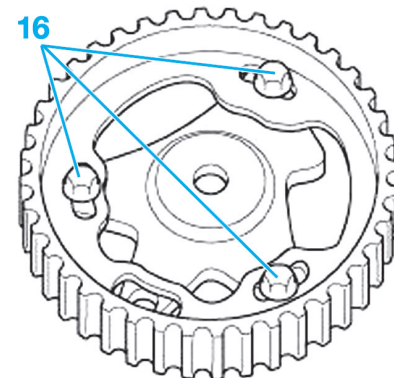
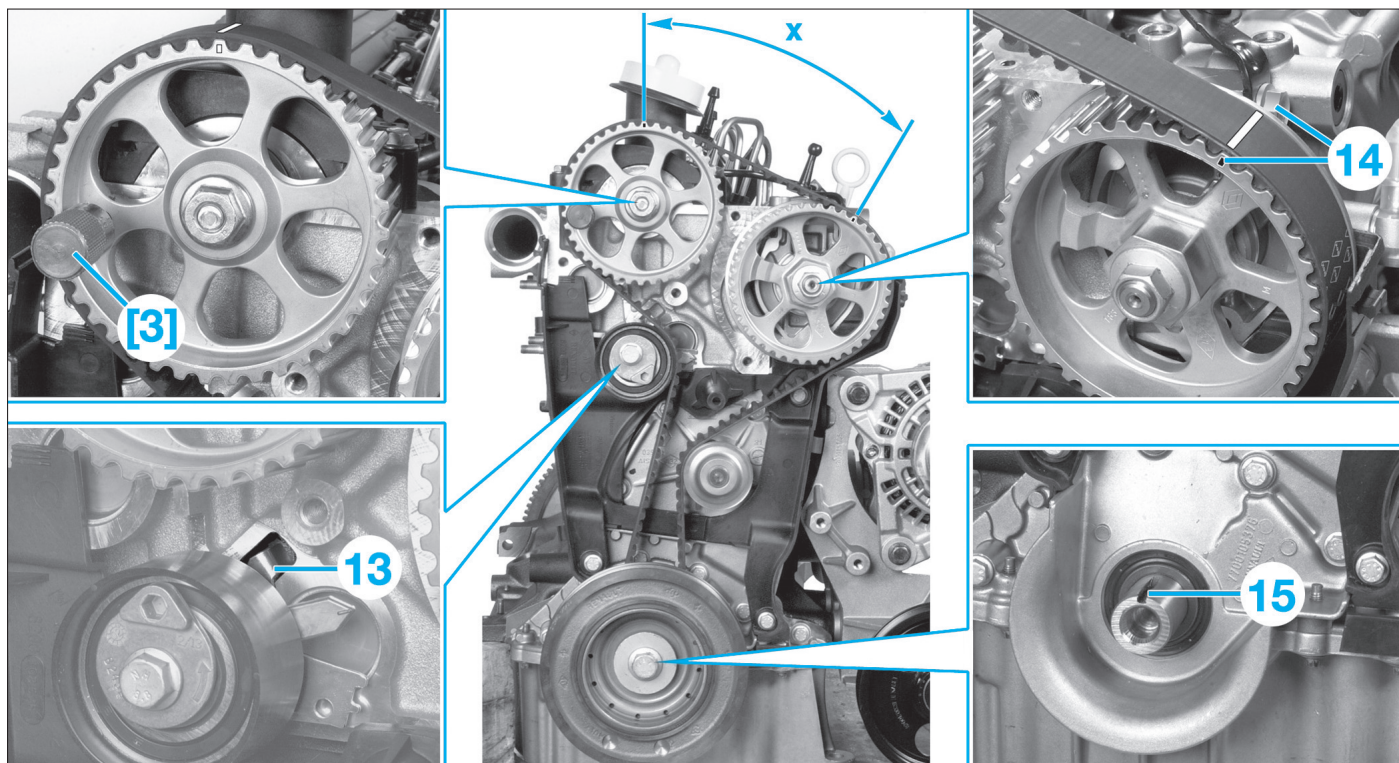
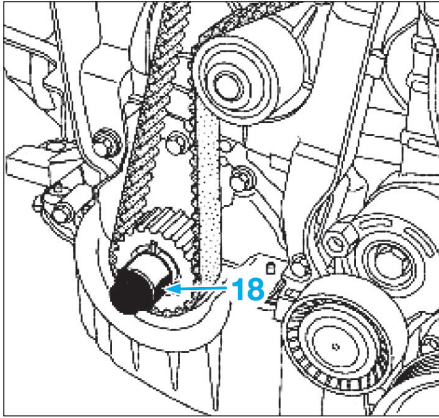

Fig. 19
Fig. 18
Fig. 21
- Dans cette position, la pignage de calage [3] doit s'engager librement dans les trous de la roue dentée d'arbre à cames et de la culasse (Fig.18).
- Positionner l'ergot (13) du galet tendeur dans la rainure de la culasse (Fig.18).
- Vérifier que le repère de la pompe haute pression soit en face de la tête de vis (14) .
- Placer le vilebrequin en appui sur la pîge de point mort haut [2] (la clavette (15) du pignon de vilebrequin vers le haut).
- Retirer une vis (16) de la couronne de la roue dentée d'arbre à cames et desserrer d'un tour les deux autres vis (Fig.19).
- Vérifier que les vis (16) (**Fig.19**) du moyeu de la roue dentée d'arbre à cames ne soient pas en butée sur la couronne de la roue dentée d'arbre à cames.
- Reposer la vis (16) de la couronne de la roue dentée d'arbre à cames et serrer les 3 vis à 1,4 daN.m.
- Visser l'ancienne vis de la poulie de vilebrequin équipée d'une entretoise (18) (qui ne masque pas le repère du pignon de distribution) dans le vilebrequin (**Fig.21**).